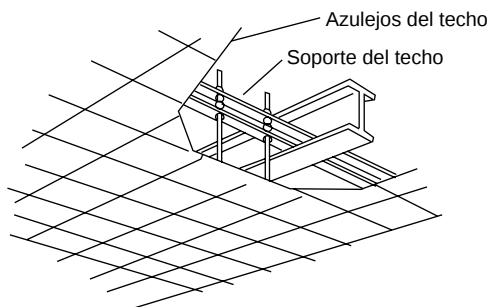

Fig. 3-92
- Utilice los soportes del techo existentes o construya un soporte adecuado como se muestra en la Fig. 3-92.